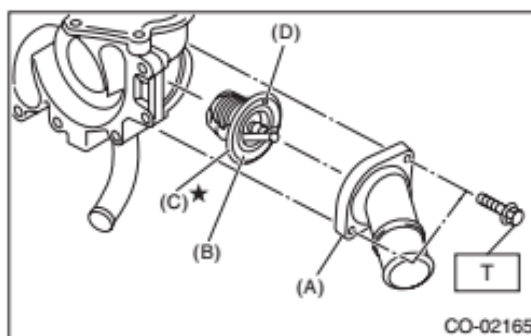

Рисунок IV-5
- 3) Снимите термостат и прокладку (Рисунок IV-5).
- 1) Установите новую прокладку на термостат (Рисунок IV-5).